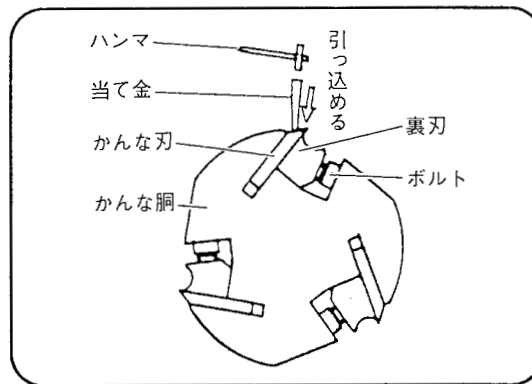

図 29
(4) かな刃締付け用の 8 本のボルトを付属の両口スパナ (10mm) で約 1/2~1/3 回転 (かな刃が飛び出さない程度) ゆるめます。次に、2 本の試し削り用木材の高さの差がなくなるよう、かな刃の刃高を調整します。このとき、試し削り用木材が低く削れた側のかな刃の刃高を図 29 の要領で調整します。
(5) 調整後、8 本のボルトを十分に締付けます。